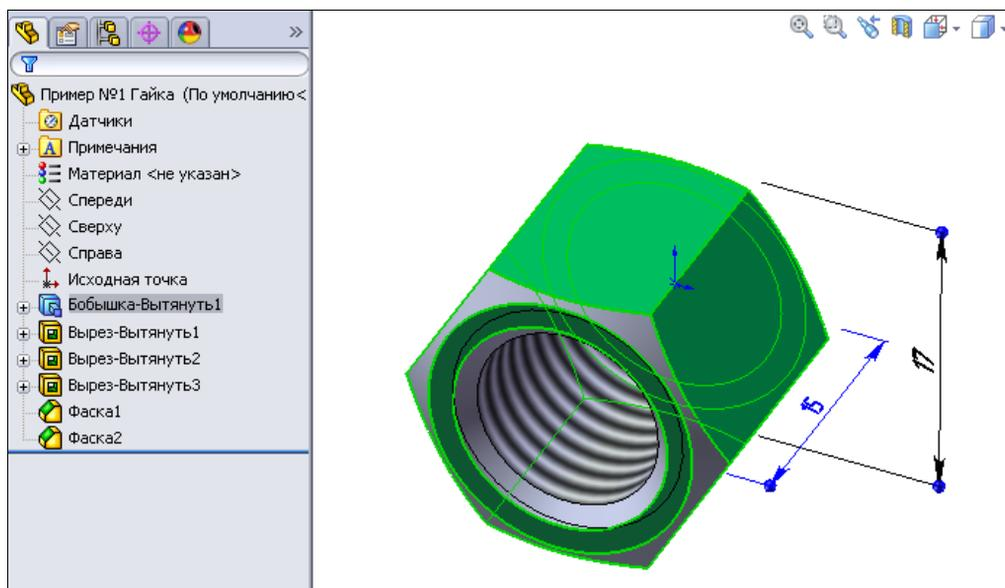

Рис. 3.15
5. Для изменения высоты гайки в новой конфигурации перейдем в Дерево Конструирования . Построение высоты гайки в Дереве Конструирования описано в элементе **Бобышка-Вытянуть1** (рис. 3.15).